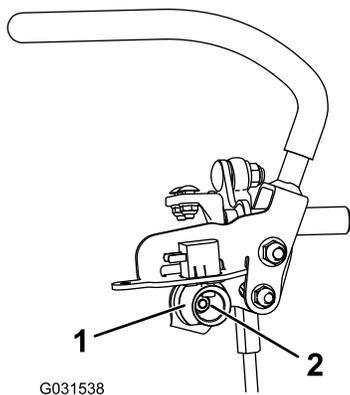

Figure 59
7. Desserrez l'écrou de fixation de la came (Figure 59).